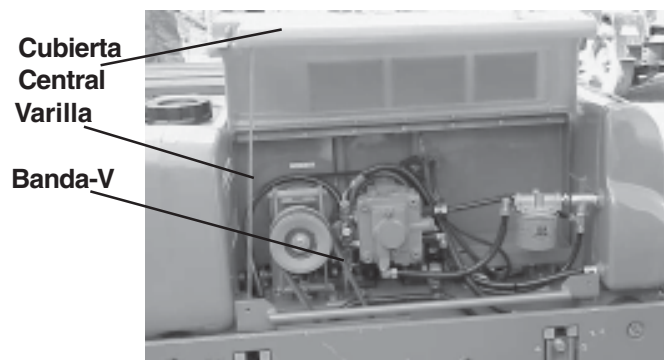

Figura 8. Tensión de la banda-V
1. Quite los 2 tornillos, uno de cada lado de la cubierta central, con una llave de tubo #13. Abra la cubierta central de la máquina y sostengala con la varilla insertandola en el orificio de la base (Figura 8).